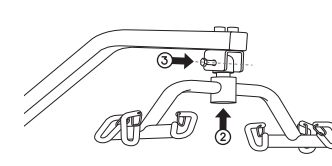

fig. 9
- Fije la araña al extremo del brazo y ajuste el tornillo [2 y 3] [fig. 9].